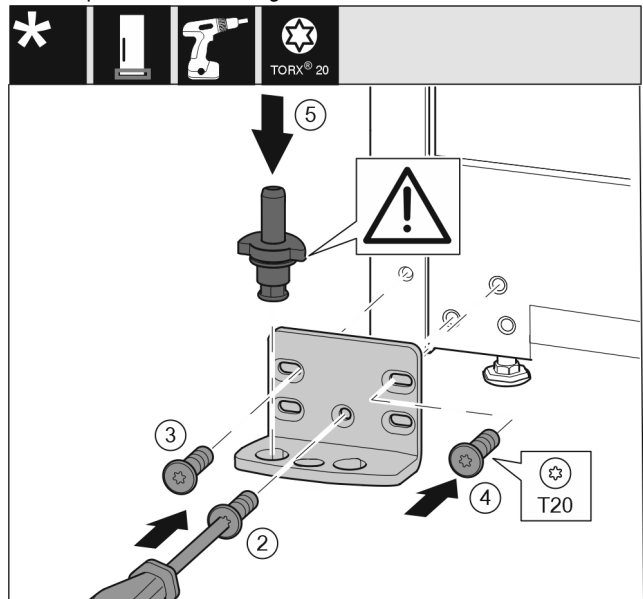

Fig. 15
- ▶ Monter lagerbukken på den andre siden, og skru den på med en skrutrekker T20. Begynn med skru 2 nederst i midten. Fig. 15 (2)
- ▶ Skru fast skru 3 og 4. Fig. 15 (3,4)
- ▶ Sett lagerbolten fullstendig på. Pass samtidig på at låsebolten peker bakover. Fig. 15 (5)